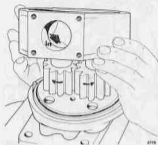

Fig 177. Montering av mellanstycke.
25. Placera mellanlägg 7 på slibrickan, se punkt 22, och montera mellanstycket 16, se fig 177. Mellanstycket monteras enligt tidigare uppställning. Om ett nytt mellanstycke monteras ge i så fall allt på hur det gamla var monterat. Om mätningen saknas lokalisera mellanstyckets rätta montering genom att infloppshålet är större än utloppshålet. Pumpen är motursroterande.